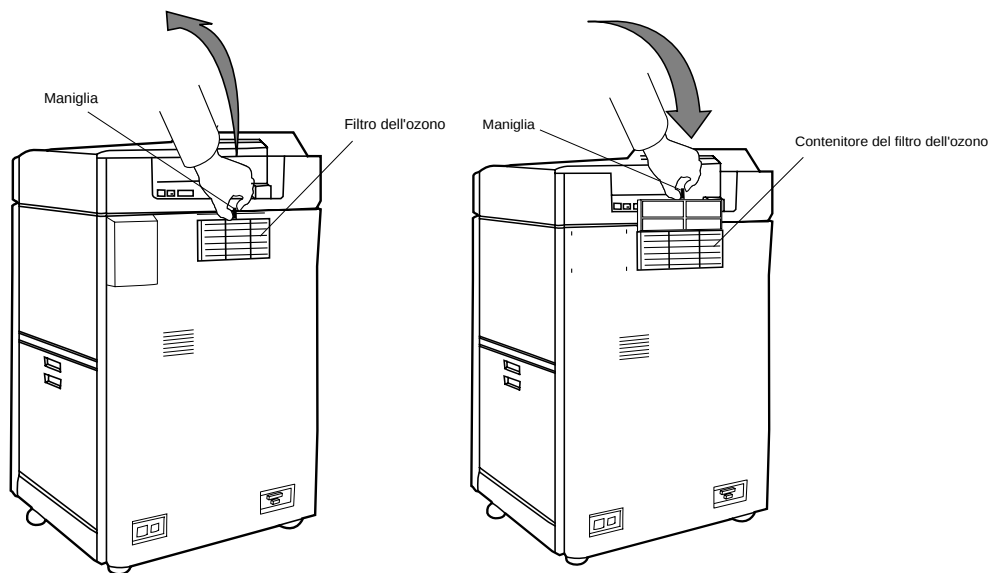

Figura 4-21 Sostituzione del filtro dell'ozono
2. Rimuovere il vecchio filtro dall'apposito contenitore e installare quello nuovo, come mostrato nella Figura 4-21.